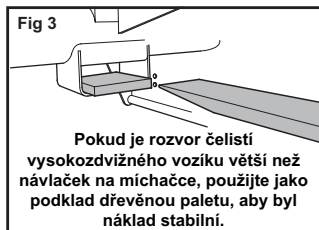

Fig 3
- Pro usnadnění práce s vysokozdvížným vozíkem jsou na spodní části hlavního rámu míchačky umístěny návlačky (viz Fig. 3).